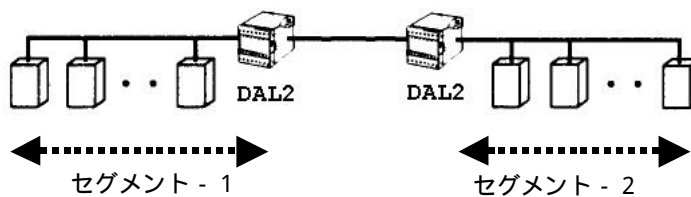

図 7.8 DAM によるセグメント間の接続
- 距離が離れた 2 つ以上の M-Bus セグメントを接続する場合は、図 7.8 に示すように、DAL2 を使用してセグメント間を接続してください。